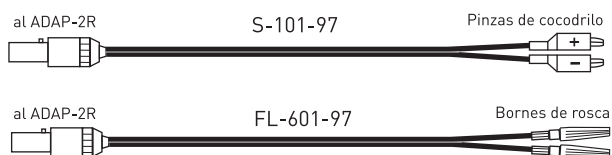

Fig. 13: Cable desechable de Remington Medical Inc. (sólo EEUU)
- **El cable adaptador ADAP-2R** es un cable reutilizable para conectar cables desechables según la fig. 13 (sólo para EEUU) al Reacor D (usar adaptador Redel).